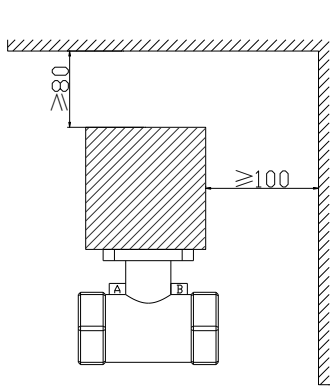

图 1
1. 必须预留给执行器足够的拆装空间, 如图 1, 执行器距离顶端不小于 80mm, 距离左右两侧不小于 100mm。